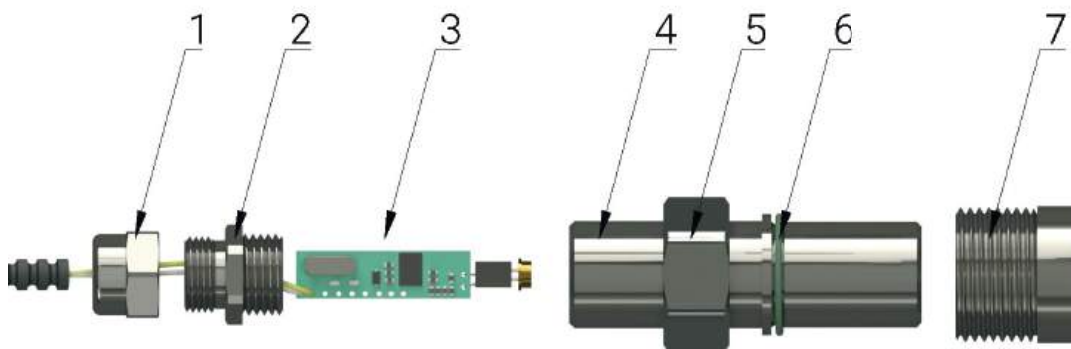

Рис. 10 Устройство УФ-датчика
2. открутить гайку прижимную 5 (Рис. 10) от приварной резьбы камеры обеззараживания 7;